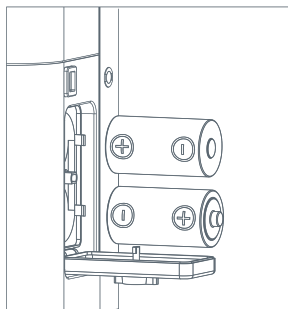

FIG. 9
2. Coloque las baterías en la posición indicada en la Fig. 9